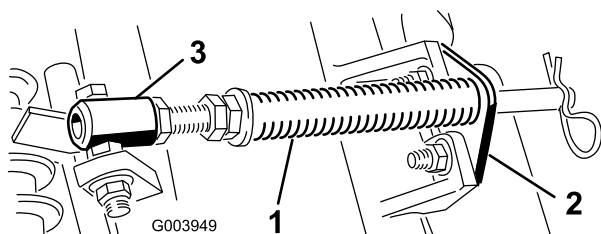

Figure 4
- A. Retirez les 2 boulons de carrosserie et les écrous qui fixent le support de tige aux pattes du plateau de coupe (Figure 4).
B. Retirez l'écrou à embase qui fixe le boulon du tube de ressort à la patte du bâti porteur (Figure 4). Déposez l'ensemble.